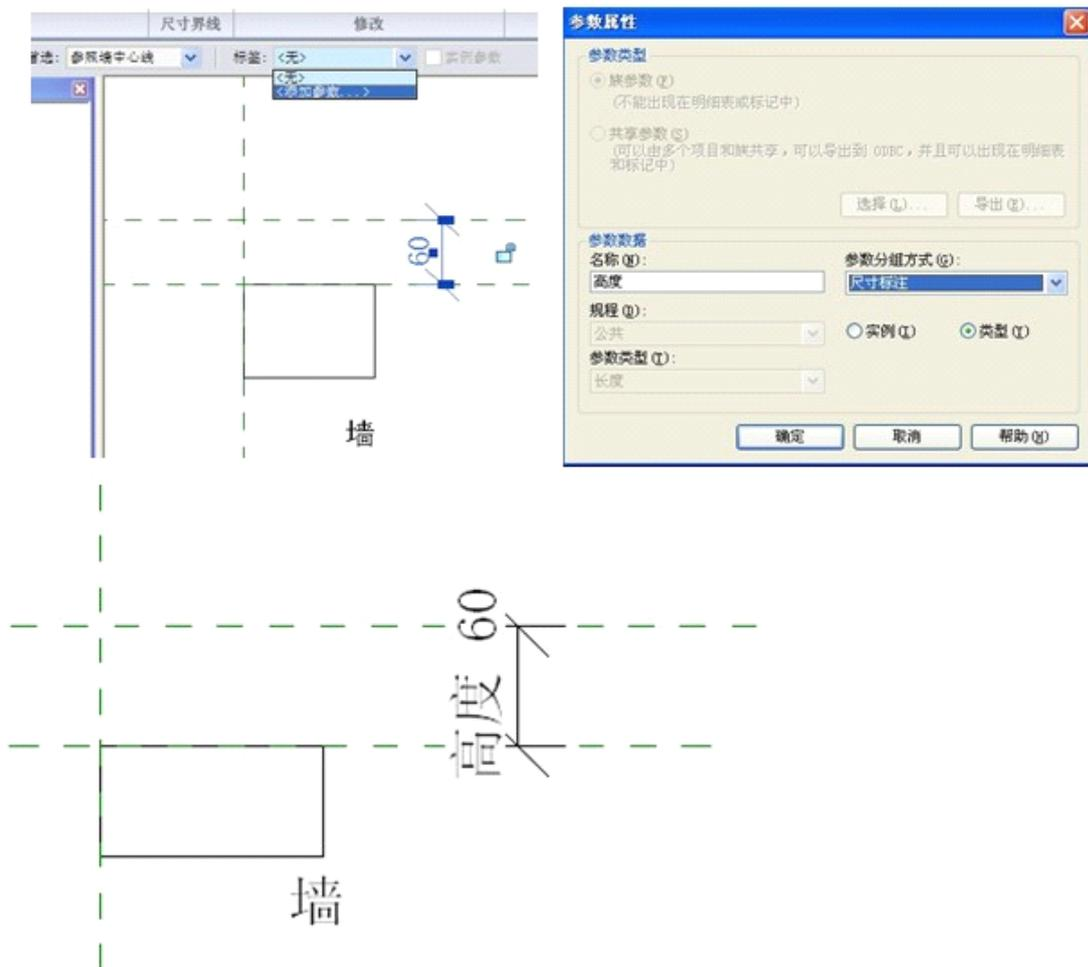

图 19.4-9
5) ESC 键结束尺寸标注, 选择标注的尺寸, 选项栏中“标签”后下拉箭头“添加参数”, 在弹出的“参数属性”对话框中, 为尺寸标注添加“高度”参数, 点击确定 (如图 19.4-9 所示)。